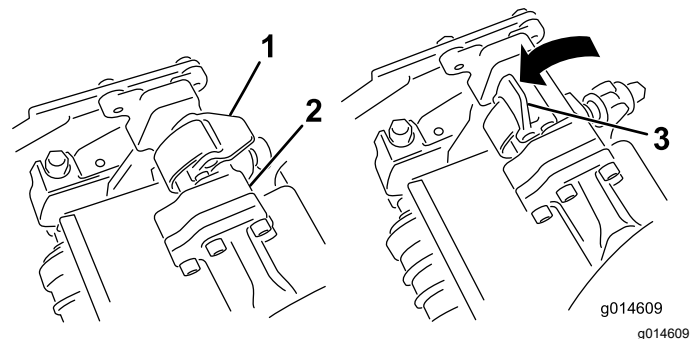
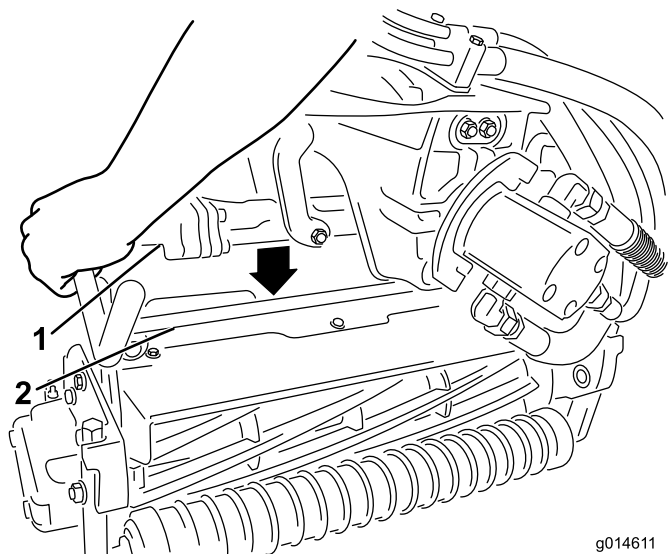

Figure 52
Figure 53
4. Ouvrez les verrous sur la barre du bras de suspension (Figure 52) et poussez le bras vers le bas de sorte que la barre recouvre les deux bras d'inclinaison sur l'unité de coupe; assurez-vous que les verrous passent sous la barre transversale de l'unité de coupe (Figure 53).
5. Fermez les verrous autour de la barre de l'unité de coupe et bloquez-les en place (Figure 52).
6. Ouvrez les verrous sur la barre du bras de suspension de l'unité de coupe que vous voulez déposer (Figure 52).